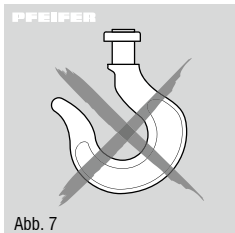

Abb. 7
- Das Entfernen der Sicherheitsbügel von Trag- bzw. Lasthaken ist unzulässig (Abb. 7).